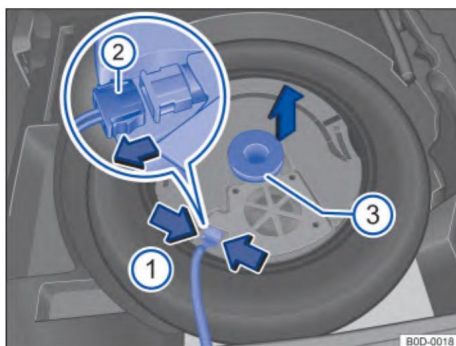

Рис. 157 Снимите сабвуфер.
можно было снять. – Нажмите на защелку Рис. 157 (стрелка 1) и отпустите
Подсоедините штекер Рис. 157 2.
– Вытащите соединительный штекер в направлении стрелки Рис. 157 2 и отложите натянутый провод в
сторону. – Потяните маховик блокировки вращения Рис. 157 3 вверх в направлении стрелки.
– Вставьте соединительный штекер Рис. 157 2 до щелчка.
Установите маховик с упором Рис. 157 3 на резьбовой